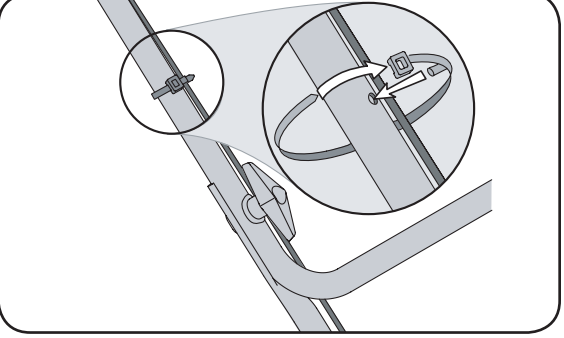

Figure 3-4
4. Enfonchez les taquets des attache-câbles dans les trous aménagés dans le guidon inférieur. Serrez l'attache-câble et coupez le surplus. Voir la Figure 3-4.